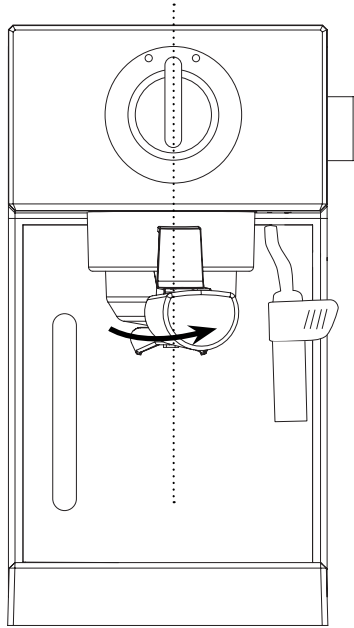

Fig.2
- Utilice la cantidad adecuada de café (Fig 2), para poder cerrar correctamente el portafiltros